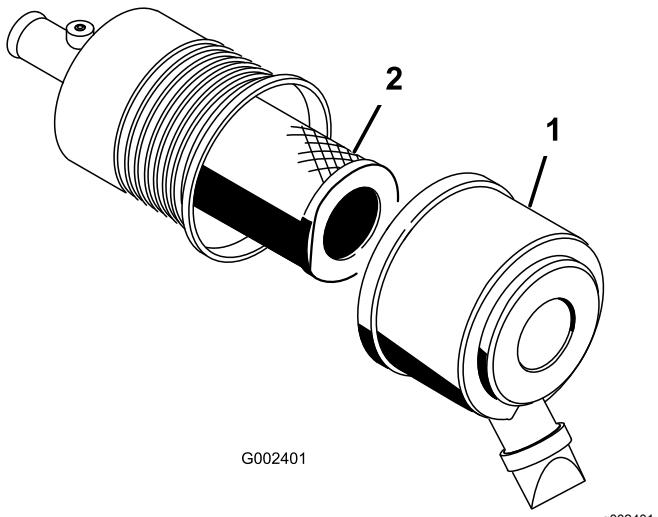

図 33
1. エアクリーナーのラッチを外し、ボディーからカバーを抜き出す図 33。
3. エアクリーナーのボディーから、フィルタをしづかに引き出す(図 33)。
5. フィルタをゆっくり押し込むようにしてボディチューブに取り付ける図 33。
6. 上下方向を間違えないように、エアクリーナカバーを正しく取り付け、ラッチを掛ける図 33。